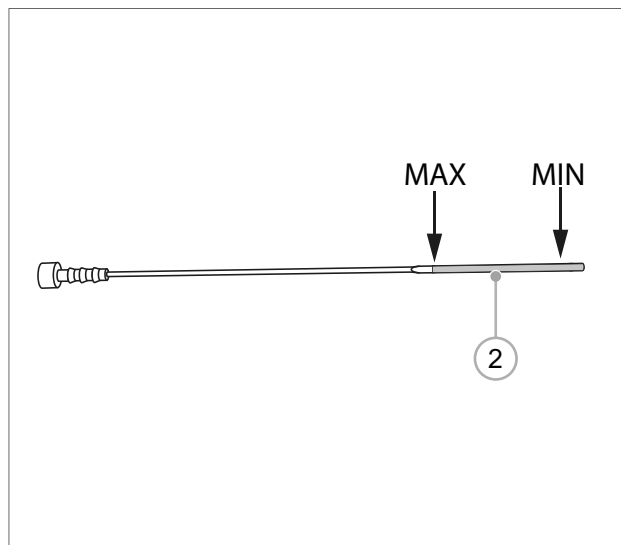

РИС. 51
- 4) Извлеките щуп (РИС. 51 – Сс. 1) и найдите отметки «максимальный уровень» и «минимальный уровень» (РИС. 51 Сс. 2)